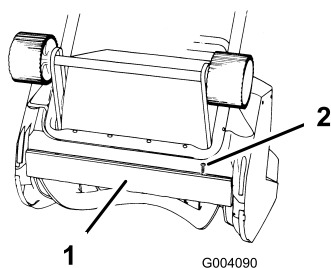

Figure 11
La lame racleuse est située au bas du carter de fraise, comme illustré à la Figure 11.
1. Enlevez les 2 vis de fixation de la lame racleuse sur la souffleuse à neige (Figure 11).